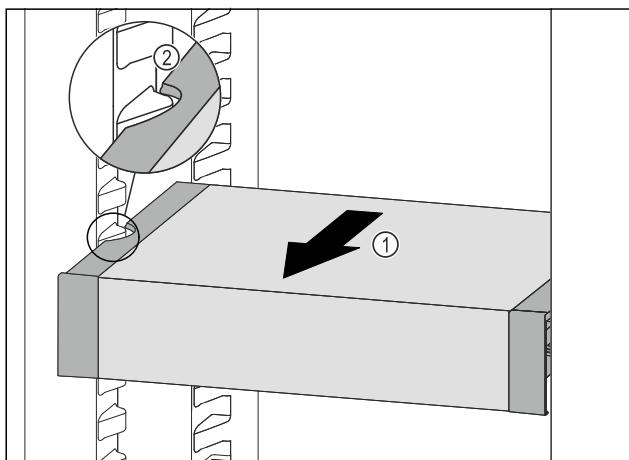

Fig. 123
- Ladici VarioSafe vucite prema naprijed Fig. 123 (1) sve dok se bočni otvori ladice VarioSafe ne nađu na visini žlijeba spremnika u hladnjaku. Fig. 123 (2)